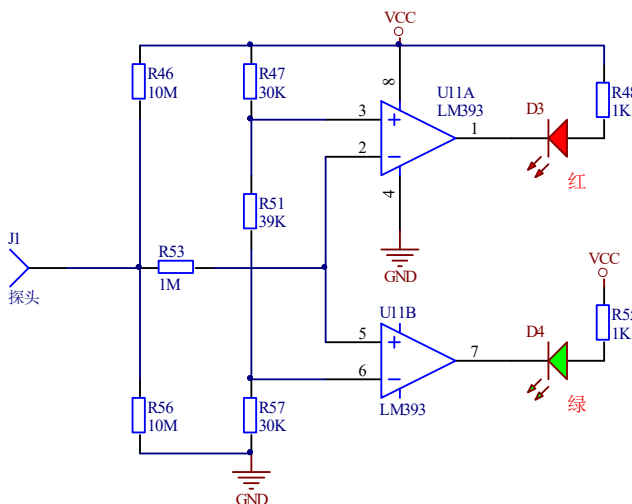

图 23 简易逻辑笔电路图
逻辑笔用来检测电路中各信号的逻辑电平。根据 CMOS 电平的特点，设计了图 23 的简易逻辑笔电路。它是整个实习期间最有用的检修工具。因此必须确保它可靠、正确。
- 1) 电路原理图（图 23）。图中探头 J1 用来连接被测点进行逻辑电平测试。当 J1 悬空时，J1 处电平是由电阻 R46 和 R56 分压，经过限流电阻 R53 接到两个比较器的输入端（U11A 的“-”端和 U11B 的“+”端）；电阻 R47、R51、R57 组成串联分压电路，VCC 到 GND 两端的电压根据电阻大小分担到